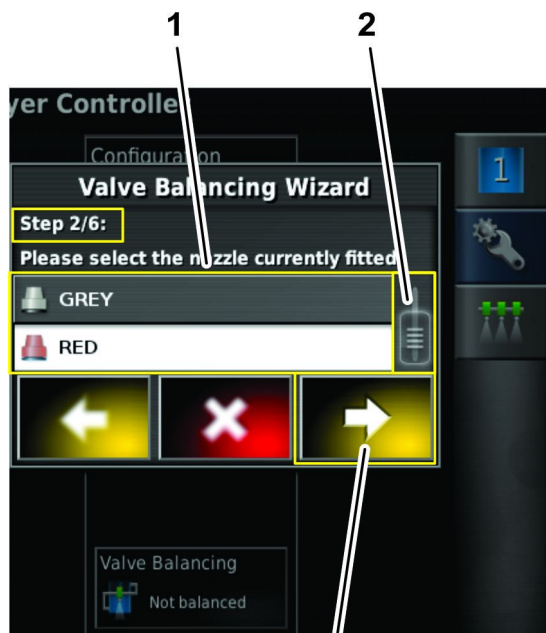

图 135
2. 在阀门平衡向导的第 2 步根据需要拖动滚动条以显示正在配置的喷嘴然后从下拉列表中按该喷嘴图标 图 135。
3. 按下一步图标 图 135。